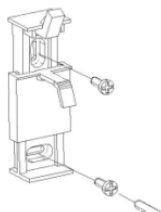

Fig. 4
- Realizar los agujeros y meter los tacos incluidos en el kit de fijación, posicionar el soporte y apretar los tornillos hasta que la pieza quede suficientemente fijada (Fig. 4 y 5).